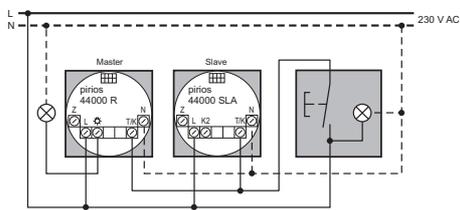

fig. 1 Funzione pulsante On/Eco-Off
- funzione On/Eco-Off: collegamento su T/K, agisce sul Master (schema fig. 1); l'impostazione JL IMPULSI causa un reinnesco